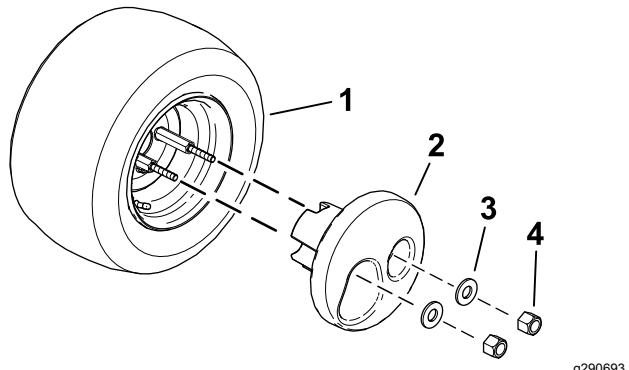

Рисунок 3
7. Прикрепите груз к колесу с помощью 2 шайб и 2 гаек (Рисунок 3).